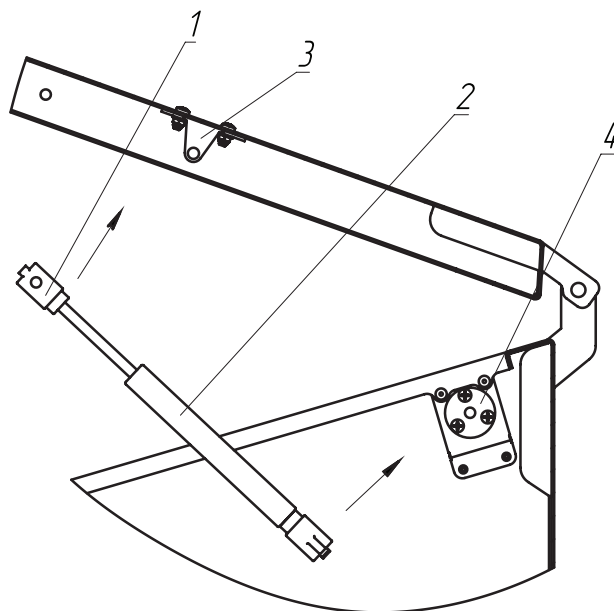

Рис.12 Установка газлифтов на топливный бункер
3. Защелкните поршень (**Рис.12, поз.2**) в крепление поршня (**Рис.12, поз.4**) на боковой стенке бункера. Убедитесь в надежной фиксации;
4. Защелкните шток (**Рис.12, поз.1**) в крепление штока (**Рис.12, поз.3**) на крышке бункера. Убедитесь в надежной фиксации;